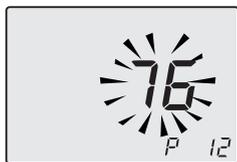

Figura 7.16
- Scorrere i vari parametri utilizzando i tasti 18 o 19 fino a far apparire sul display LCD le lettere **P12** e il valore del parametro (75=M260MR.2025 SV/T e 81=M260MR.2530 SV/T), indicanti l'entrata nel "parametro 12" (Figura 7.16).